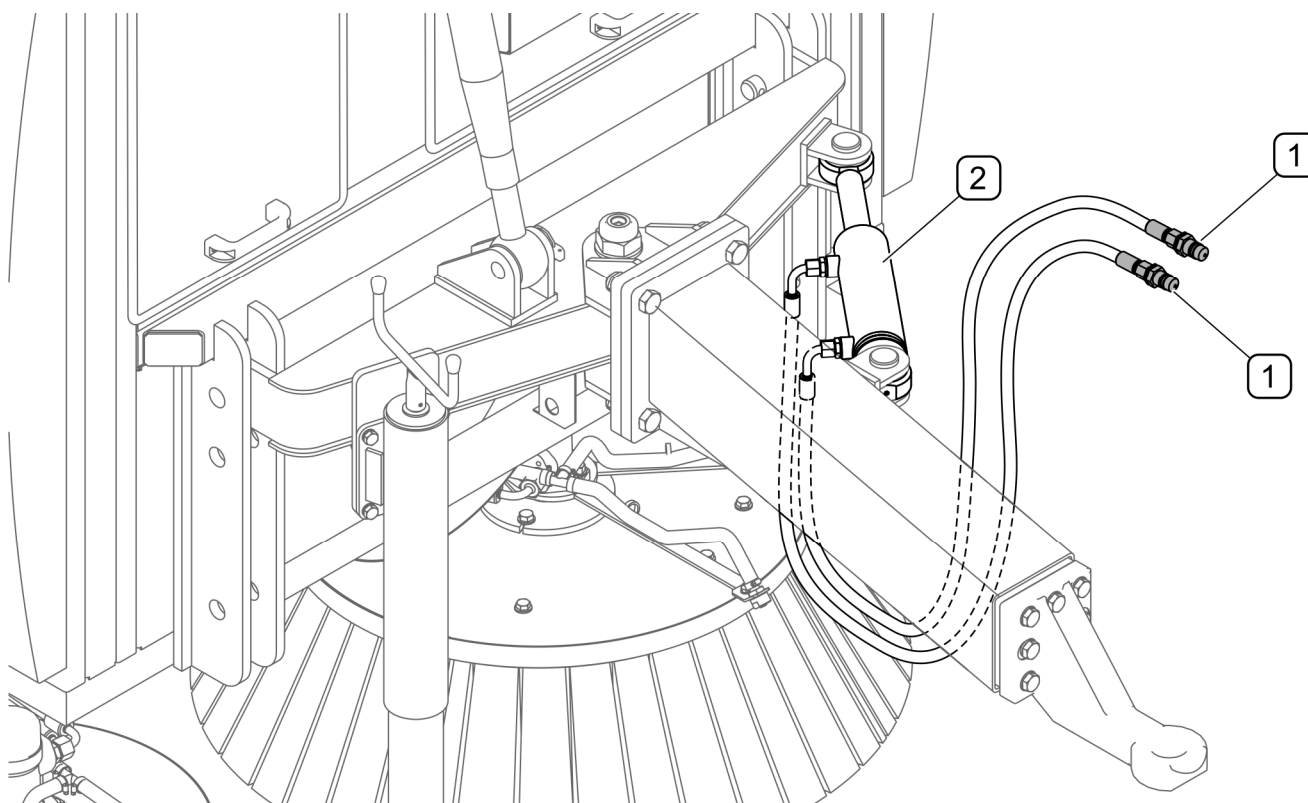

РИСУНОК 4.3 Під'єднання гідравлічного живлення системи керування
Гідравлічні муфти (1) керування поворотним дишлом (РИСУНОК 4.3) необхідно підключати до секції зовнішньої гідравліки трактора, що дозволяє змінювати напрямок потоку оливи